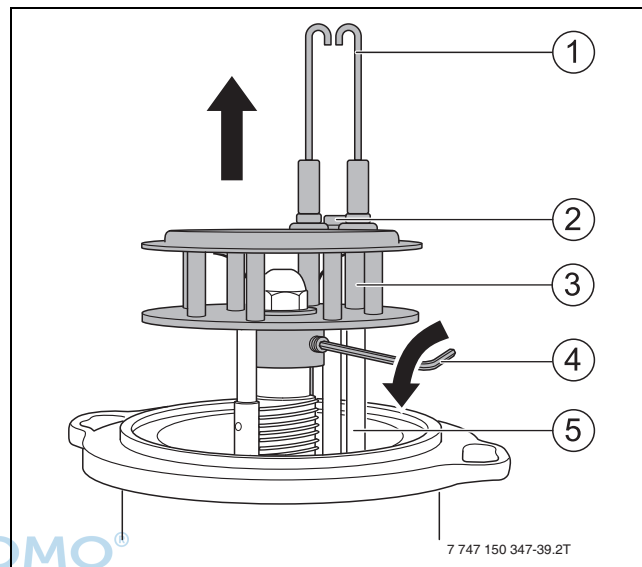

Bild 63 Mischsystem ausbauen
Die Zündelektroden (→ Bild 63, [1], Seite 43) müssen frei von Ablagerungen sein.
- ▶ Schraube (→ Bild 63, [2], Seite 43) zwischen den Zündelektroden [1] lösen.
- ▶ Zündleitungen (→ Bild 63, [5], Seite 43) von den Zündelektroden [1] abziehen.
- Mischsystem mit Gewindestift (→ Bild 63[4], Seite 43) sichern.